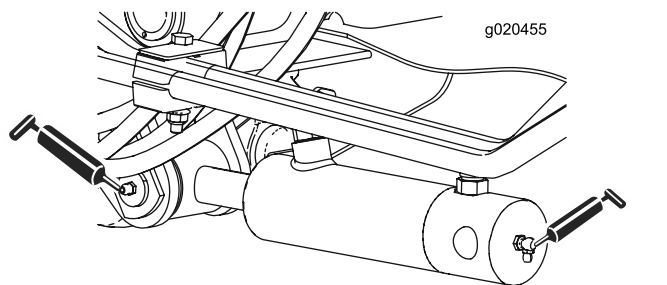

Figura 63
- Casquilhos do cilindro do braço de elevação (2 cada) (Figura 63)